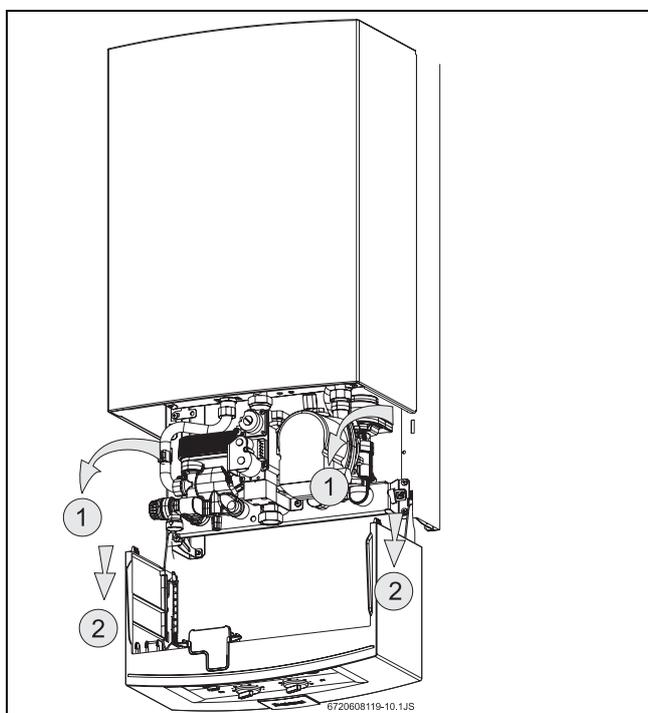

Fig. 9 Quadro comandi nella posizione di manutenzione.
- Tirare in avanti il quadro comandi, e farlo basculare verso il basso, come da Fig. 9.